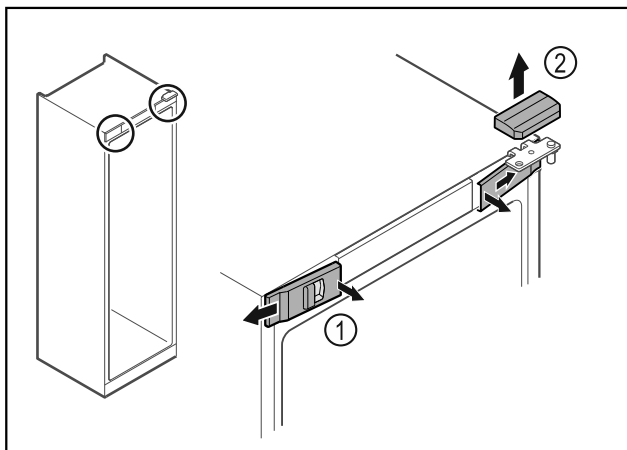

Fig. 14
- ▶ Звільніть передні кришки Fig. 14 (1) всередині від фіксатора та поверніть убік.
- ▶ Зніміть верхню кришку Fig. 14 (2) вгору.